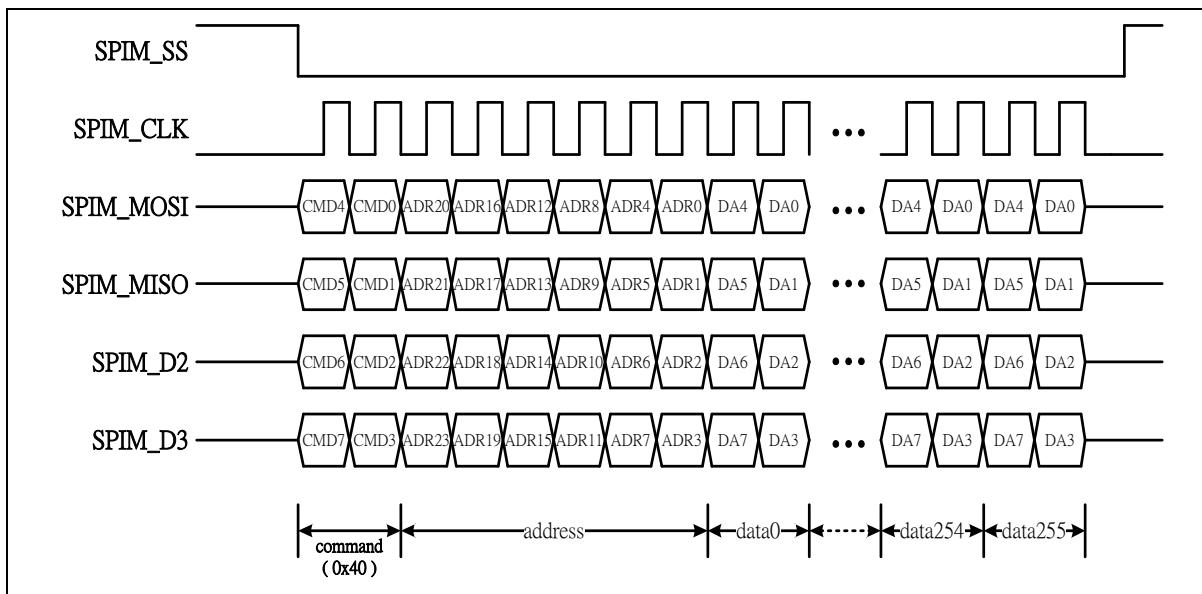

图 6.21-5 类型\_3 四线模式写的编程命令模式
- 四线写, 设置CMDCODE (SPIM\_CTL0[31:24]) 为0x40用于 类型\_3编程命令 (参考图 6.21-5).